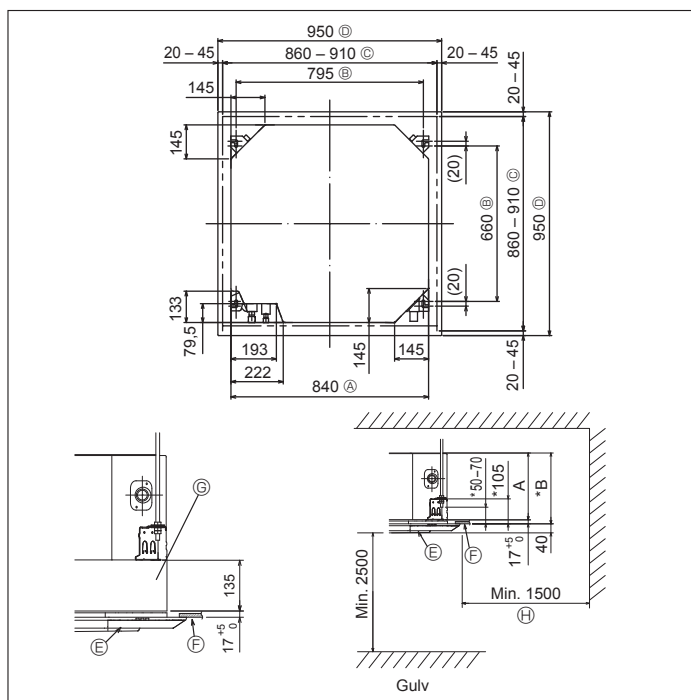

Fig. 3-2
3.2. Åbninger mod loft og placering for installation af suspensionsbolt (Fig. 3-2)
- * Dimensionerne på åbningerne i loftet kan reguleres inden for det i Fig. 3-2 viste område. Hovedenheden centrerer i forhold til åbningen i loftet, således at mellemrummet mellem enhedens sider og loftkanterne er ens på alle sider.